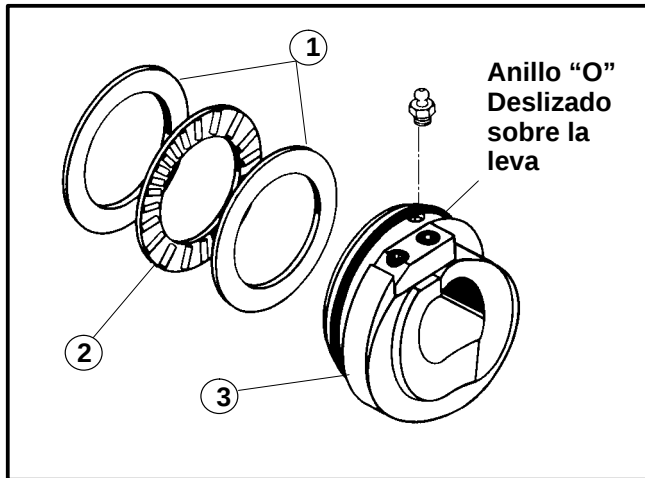

Figura 29
4. Antes de instalar la leva, remueva los accesorios de lubricación y estire el anillo "O" sobre la leva. El anillo "O" será colocado después. Vea la Figura 29.